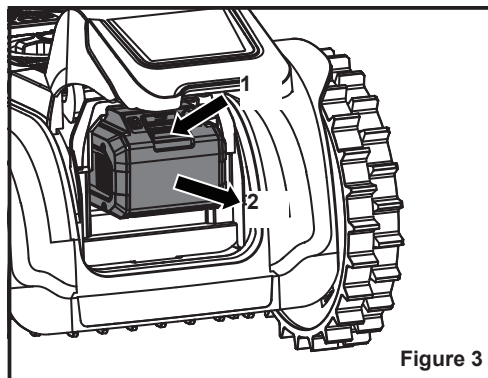

Figure 3
2. Appuyez sur le bouton de libération de la batterie (1) et maintenez-le enfoncé, saisissez fermement la batterie et sortez-la (2) de son compartiment (Figure 3).